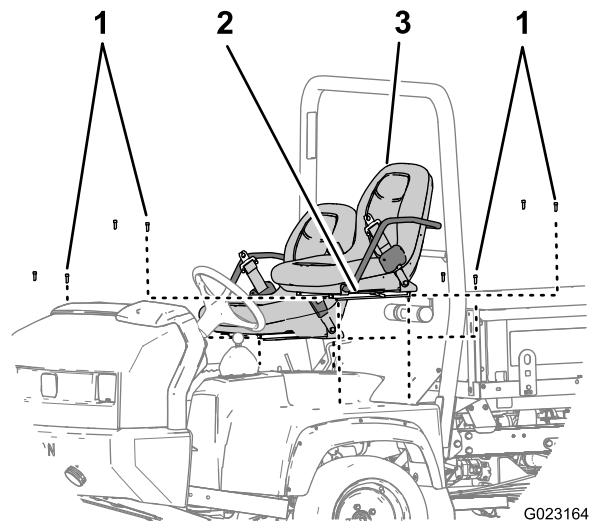

Figura 8
5. Retire os 8 parafusos de cabeça sextavada que prendem as calhas do banco ao chassis e retire os bancos (Figura 8).